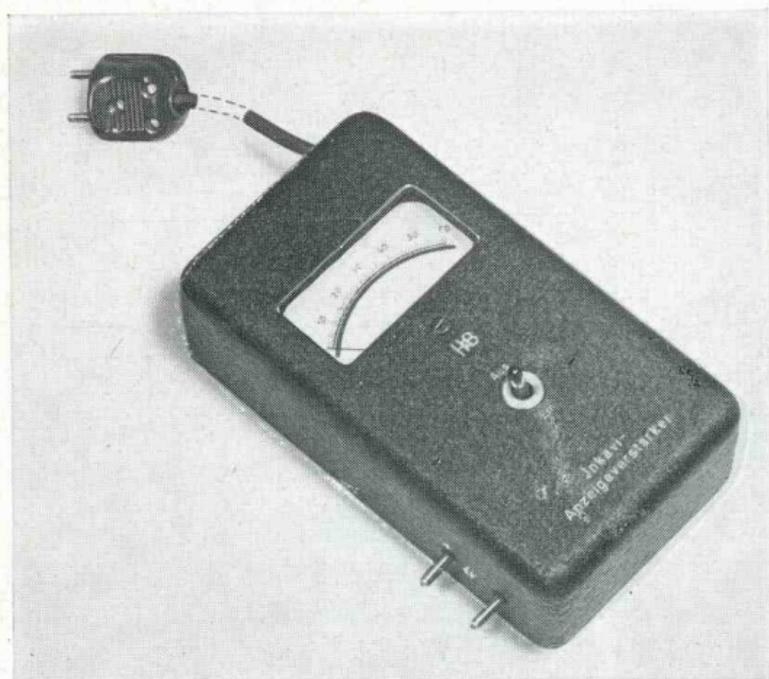
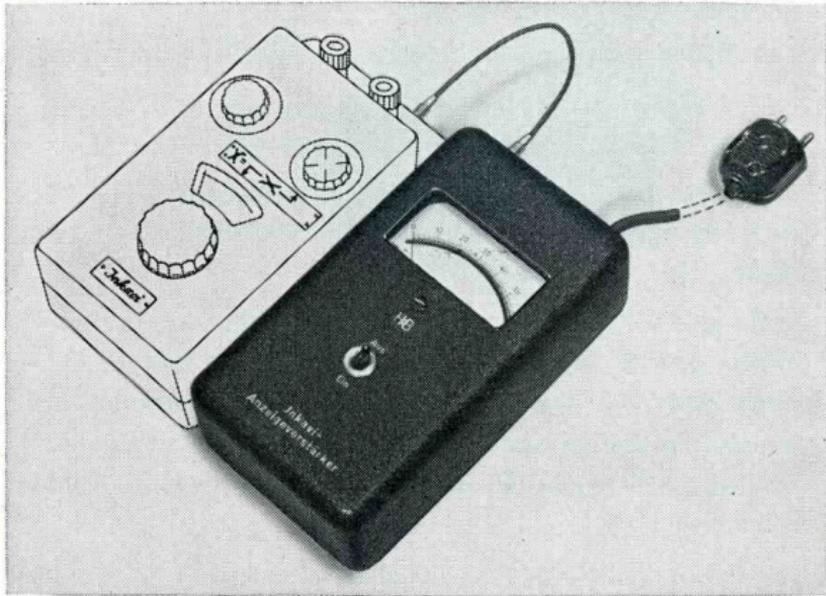

Bild 9
Bild 11
Der INKAVI-Anzeigeverstärker (Bild 9 auf Seite 15), ein eigens für das INKAVI entwickelter elektronischer Nullspannungsanzeiger, verstärkt die Grundfrequenz des Diagonalzweiges der Brücke. Er gestattet einen bequemen Nullabgleich der Meßbrücke mit Hilfe des eingebauten Anzeigeelementes. Der aus dem Wechselstromnetz (120/220 V) gespeiste Verstärker liefert zusätzlich noch die Meßspannung für das INKAVI, so daß bei Benutzung des INKAVI-Anzeigeverstärkers keine weitere Meßstromquelle erforderlich ist (siehe Seite 16).
Der INKAVI-Anzeigeverstärker (Bild 9) ist ein eigens für das INKAVI entwickelter elektronischer Nullindikator. Er dient in Verbindung mit dem INKAVI zum Verstärken und zur Anzeige der im Nullzweig der Meßbrücke bei unvollkommenem Abgleich auftretenden Wechselspannungen. Als speziell für das INKAVI entwickelter Resonanzverstärker mit logarithmischer Anzeige verstärkt er im wesentlichen die Frequenzen des INKAVI-Summers. Der INKAVI-Anzeigeverstärker ist daher zum Verstärken anderer Frequenzen (Ton- bzw. Netzfrequenz) nicht verwendbar.
Verstärker, Netzteil und Anzeigeeinstrument sind in einem schwarzlackierten Blechgehäuse untergebracht, das etwa die gleichen Abmessungen wie das INKAVI hat (Bild 11). Auf der Oberseite unterhalb des Anzeigeeinstrumentes befindet sich die Nullpunkt-Korrektionsschraube, mit der die Nullstellung des Anzeigeeinstrumentes, falls erforderlich, nachgestellt werden kann, sowie der Netzschalter. An der linken Gehäusesseite sind die Stecker (Bild 9) für die Speisespannung des INKAVI-Summers (4 V Gleichstrom). An der Stirnseite ist rechts die Netzanschluschnur eingeführt. Links befindet sich der Verstärkereingang in Form einer Spezialbuchse.
1. Nachdem das Gerät aus der Verpackung herausgenommen ist, die beigegefügte Stecker mit ihrem Gewinde in die seitlich sichtbaren Gewindemuttern einschrauben (Bild 9).
4. INKAVI-Anzeigeverstärker mit den seitlichen Steckern an die rechte Seite des INKAVI stecken (Bild 11).
Mit Hilfe des mitgelieferten Spezialkabels (Bild 13b) den Verstärkereingang mit dem INKAVI verbinden (Bild 11).